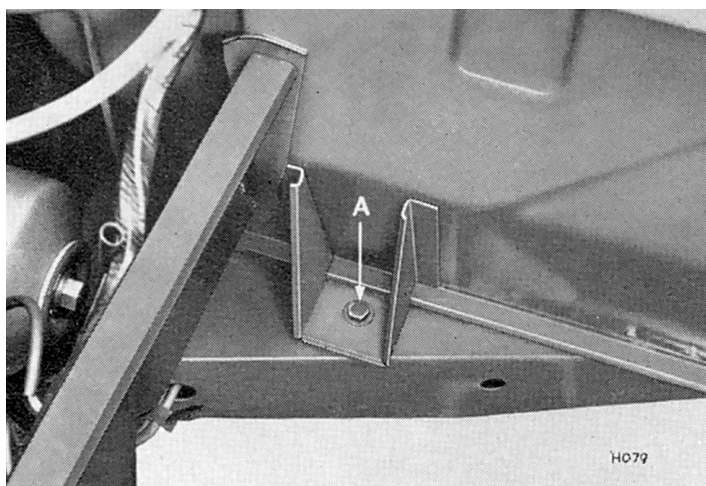

Fig. 2. Boulon de fixation du tablier à la traverse avant
- deux dans le compartiment moteur, près du tablier avant : (A) Fig. 2;